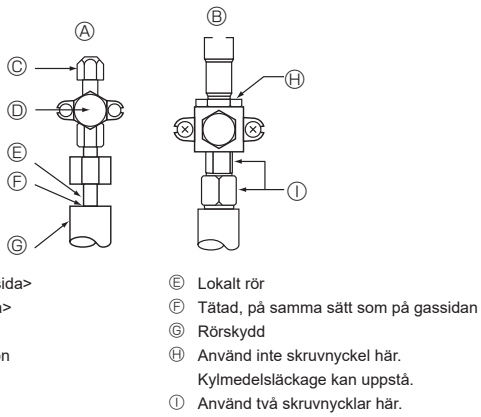

Fig. 4-5
4.4. Provmetod för att kontrollera om köldmedelsrören är lufttäta (Fig. 4-5)
- ① Anslut testverktygen.